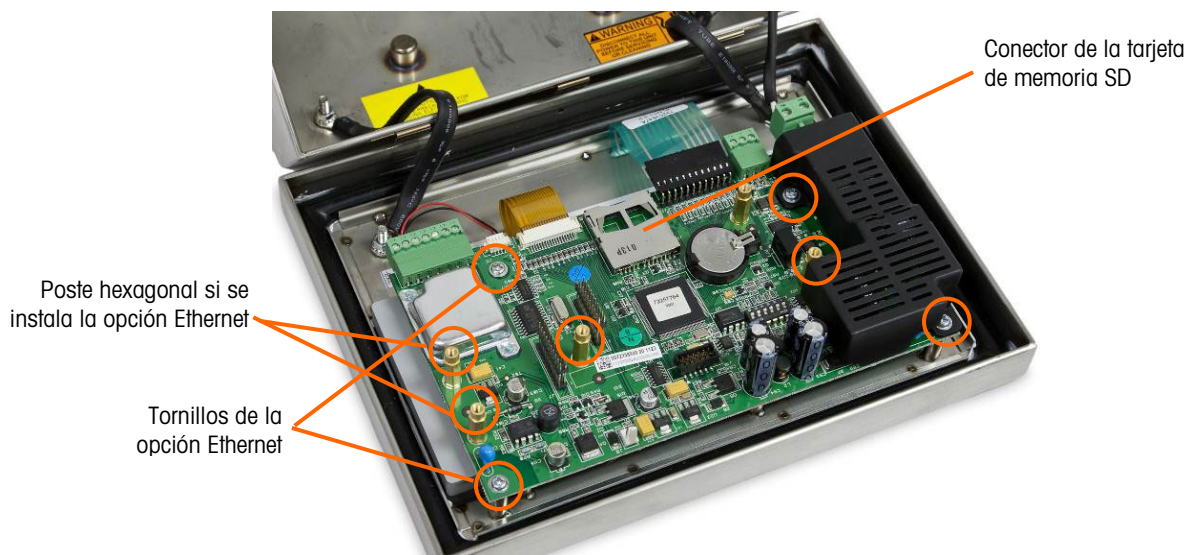

Figura 5-19: Tornillos de montaje para la tarjeta principal, versión analógica
4. Afloje y retire los cuatro tornillos que sujetan la tarjeta principal a la caja. Sus ubicaciones se muestran en círculos en la Figura 5-19. En caso de que la opción Ethernet esté instalada, un tornillo se remplazará con un poste saliente hexagonal. Use una llave para tuercas de 6 mm o un destornillador plano para retirar el poste saliente hexagonal de la ubicación indicada.
6. Si hay una tarjeta de memoria SD instalada, presione para aflojar la tarjeta del conector y luego retire la tarjeta y retenga la tarjeta que va a instalarse en la tarjeta principal de remplazo. Consulte la Figura 5-14 o la Figura 5-19 para ver la ubicación de la ranura de la tarjeta de memoria SD.
2. Coloque la tarjeta principal sobre los cuatro orificios para tornillos en la caja del terminal identificada en la Figura 5-19.
3. Instale los cuatro tornillos. Observe que si se va a usar la opción Ethernet, uno de los tornillos se reemplaza con un poste saliente hexagonal. Consulte la Figura 5-19 para ver la ubicación del poste saliente hexagonal.